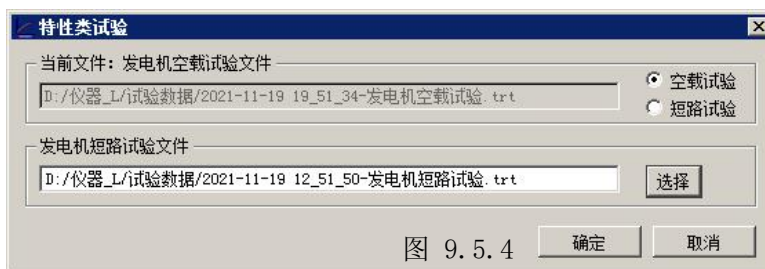

图 9.5.4
**计算：**使用指定的发电机空载、发电机短路试验数据，进行发电机短路比、Xd计算。按提示选择发电机短路试验文件和发电机空载试验数据文件，如图9.5.4所示：